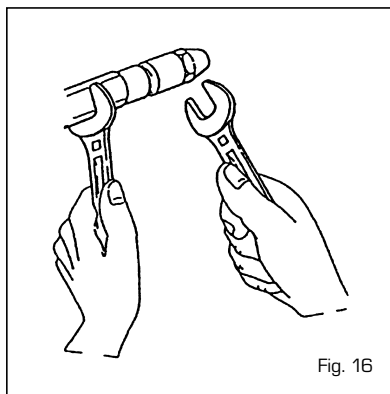

Fig. 16
- Bloquear el porta inyectores utilizando una llave n° 19 y destornillar el inyector con una llave n° 16 (fig. 16).